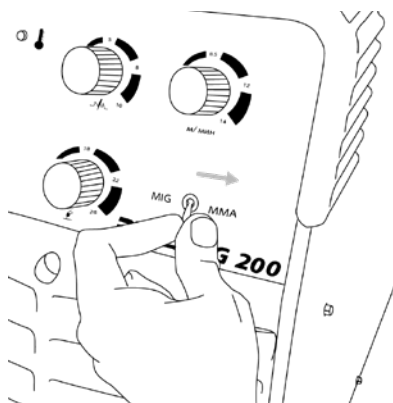

Рис. 11.3. Выбор способа сварки
3. Перейдите в режим MMA (рис. 6.1 п.5) на передней панели сварочного аппарата. (рис.11.3).